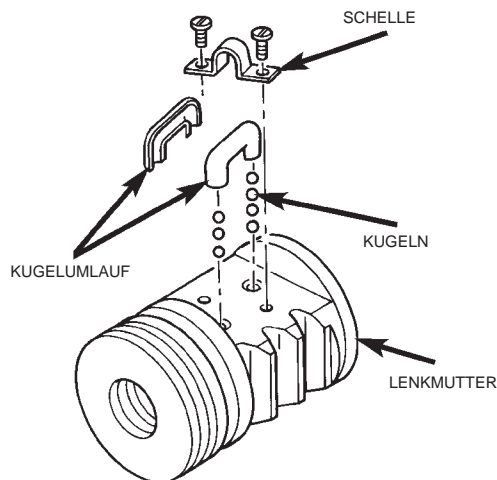

Abb. 19 Lenkmutter
(10) Schrauben, Schelle und Kugelumläufe abbauen (Abb. 19).